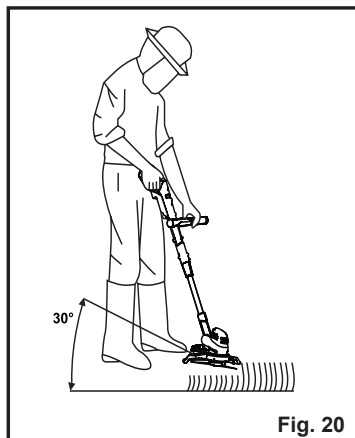

Fig. 20
- Maintenez la tête du coupe-bordures à un angle d'environ 30° par rapport au sol lorsque vous coupez. Évitez de la presser contre le sol, car cela peut abîmer la pelouse et endommager le produit (Fig. 20).